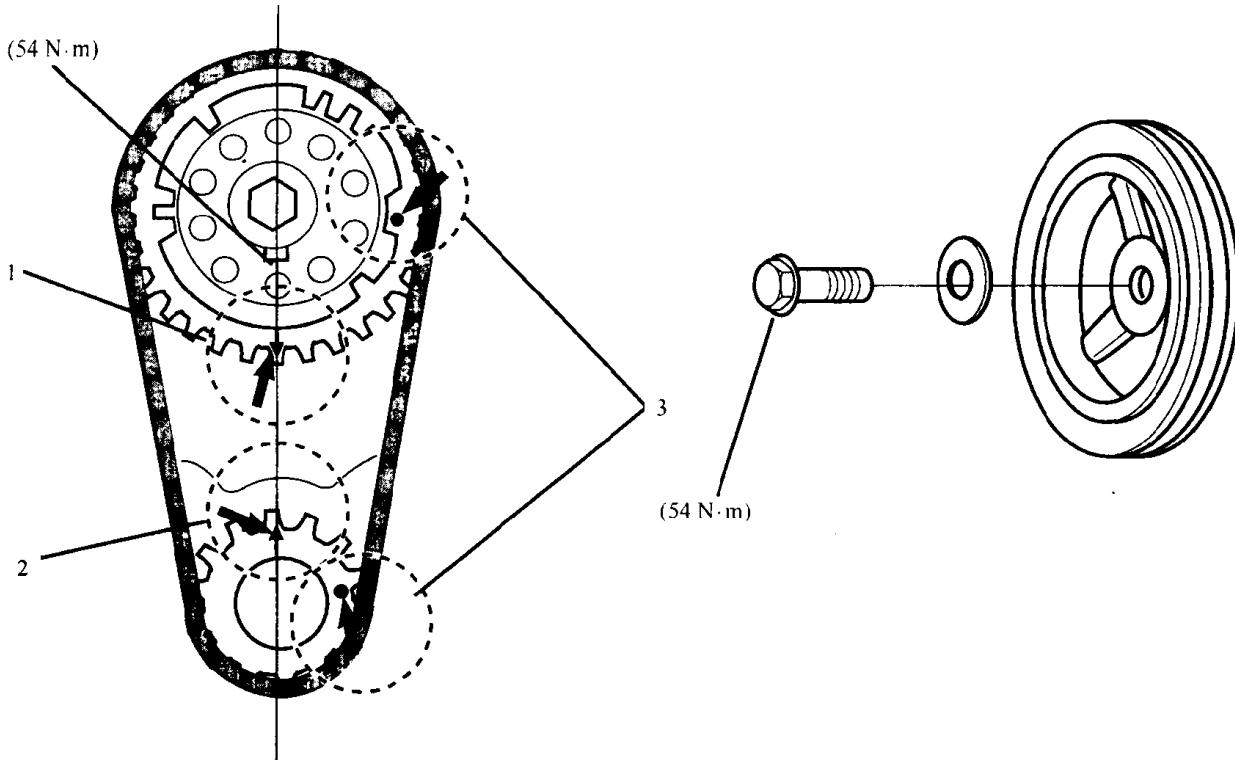

图 1-1
5. 为确保安装正时链盖期间机油泵啮合正确, 拆下曲轴密封。见图 1-1。